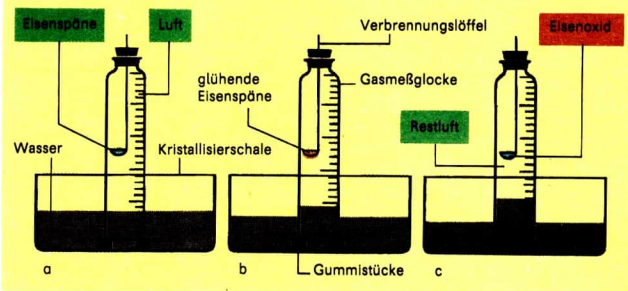

Abb. 54 Quantitative Ermittlung des Sauerstoffanteils der Luft a) vor dem Experiment, b) während des Experiments, c) nach dem Experiment
In ein abgeschlossenes Volumen der Luft wird auf einem Verbrennungslöffel glühendes Eisenpulver gebracht (Abb. 54) und das Restvolumen ermittelt. ①